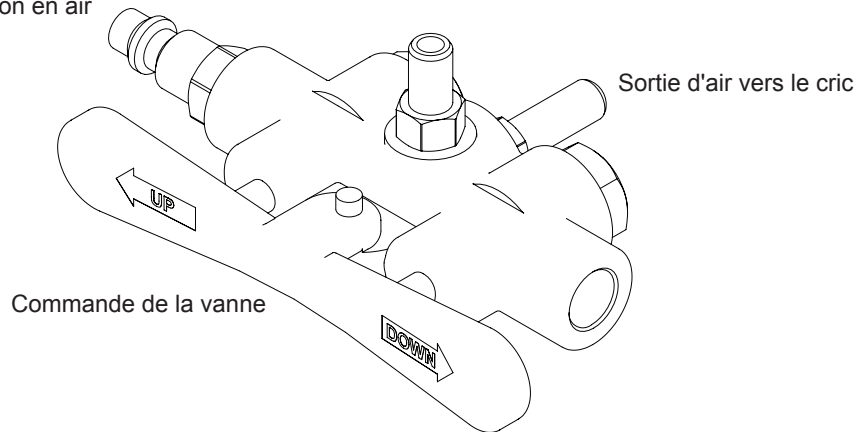

Figure 2 : Robinet d'admission d'air
1. Branchez un raccord union (vendu séparément) à l'entrée de l'alimentation en air (voir figure 2).